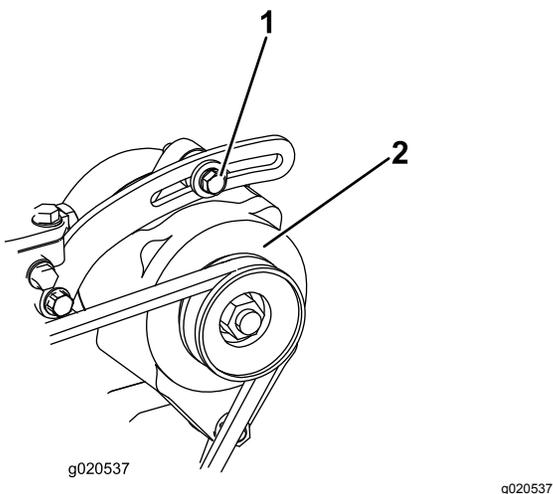

Figura 100
1. Si la desviación no es de 10 mm, afloje los pernos de montaje del alternador (Figura 100).